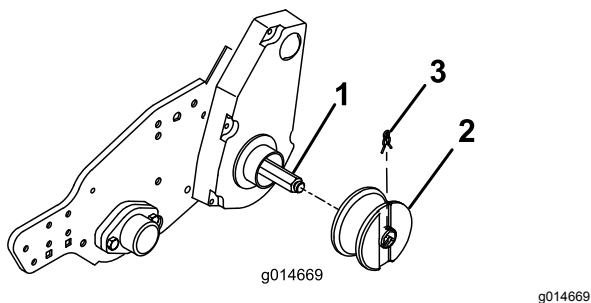

Рисунок 10
3. Наденьте колесо на каждый вал и закрепите колесным зажимом (Рисунок 10).